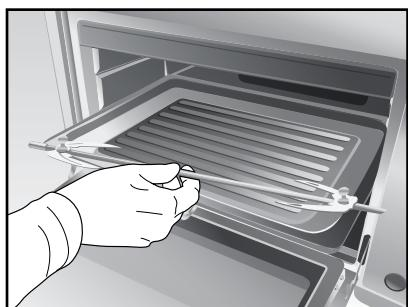

Fig. 3
- Fare scivolare uno dei forchettoni sullo spiedo (E) (le due punte verso l'interno) e avvitare per bloccarlo. Legare con lo spago l'arrosto (carne, pollo, ecc.) e infilzarlo facendo attenzione a centrare bene la carne, poi fare scivolare il secondo forchettone con la punta sempre verso l'interno. Svitare se necessario il primo forchettone per centrare l'arrosto sullo spiedo e bloccare i due forchettoni.
- Togliere la griglia (C) del forno e posare la leccarda (D) su un livello (F) inferiore al posizionamento dello spiedo (E).
- Introdurre l'estremità appuntita dello spiedo (E) nella cavità situata nella parete destra fissandola all'asse motore. Appoggiare l'estremità opposta sul supporto dello spiedo posizionato sulla parete sinistra (Fig. 3).
- Inserire la spina nella presa di corrente e, tramite la manopola (I), selezionare il tipo di cottura desiderato:
- Per azionare la funzione girarrosto premere il pulsante (O).
- Tramite la manopola (M) impostare il timer secondo il tempo di cottura desiderato. A questo punto il forno inizia la cottura e la spia di funzionamento (L) si illumina.
- È possibile azionare, insieme alla funzione girarrosto, anche la funzione ventilazione, premendo l'apposito pulsante (N).
- Il forno si ferma automaticamente o quando è terminato il tempo di cottura impostato oppure quando la manopola (M) viene riportata in posizione "0". In entrambi i casi, la spia (L) si spegne.